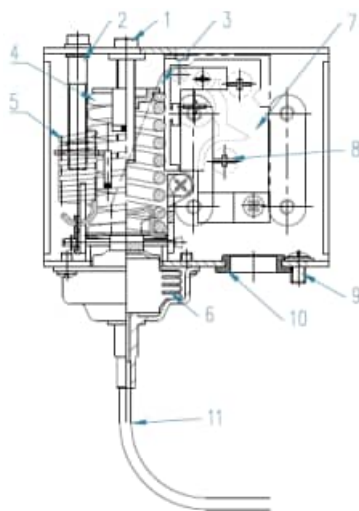

Рис. 3.1. Устройство реле температуры
Ослабьте винты 1 и снимите лицевую крышку. Заведите провод через кабельный ввод 10. (Рис.3. 1); подключите контакты к соответствующим клеммам 7. Подключите провод заземления к соответствующей клемме (Рис.3.1). Наденьте защитную крышку на корпус реле и зафиксируйте винты 1. рис 5. Закрепите корпус реле на плоской поверхности с помощью кронштейна, входящего в комплект поставки.
- поверните с помощью крестовой отвертки винт настроечного шпинделя 1 (рис.3.1)